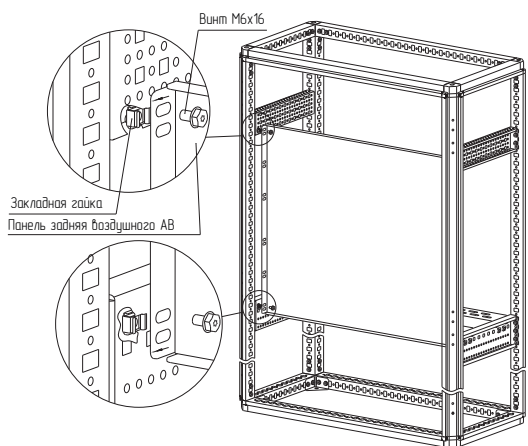

Рисунок 42
- вариант 2. Набором «закладная гайка М6 – винт М6×16 – шайба 6». Для этого предварительно установить закладные гайки в квадратные отверстия реек монтажных и закрепить панель заднюю воздушного АВ винтами М6×16 и шайбой 6 (рисунок 42). Момент затяжки – 7 Н·м. Набор крепежа приобрести отдельно.